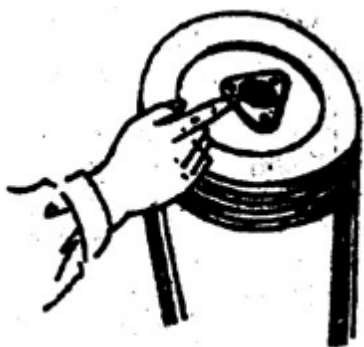

Рис. 13 Смазка зубчатой муфты
- (1) Отверните стопорную гайку (7), отрегулируйте длину тягового штока муфты сцепления (2) и переведите рукоятку тормоза/сцепления в положение «выключено», что приведет к полному отключению сцепления (Рис. 13). При перемещении рукоятки в положение «включено», зазор между выжимным подшипником (688908) и расцепляющим рычагом должен составлять, приблизительно, 0,3 ~ 0,5 мм.